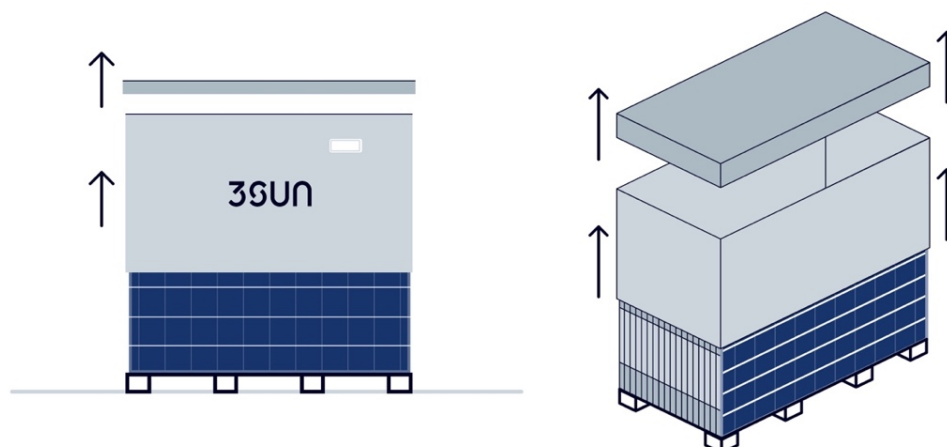

Figura 17: Rimozione del coperchio e dell'imballaggio perimetrale della scatola.
- b) Rimuovere prima il tappo di cartone della scatola e successivamente l'imballo di cartone perimetrale (Figura 17).